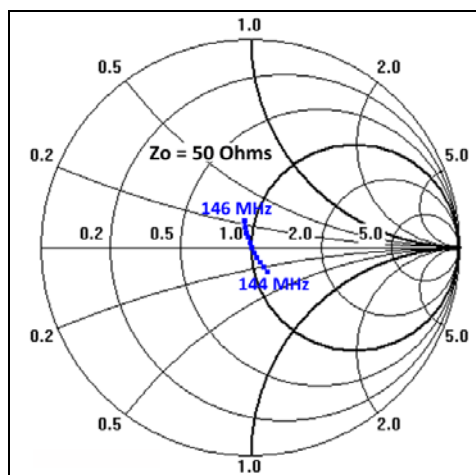

Figure 8 : Impédance de l'antenne de la figure 5
Passons maintenant à l'impédance d'antenne en examinant l'abaque de Smith de la figure 8.
- Préparer le coaxial comme montré sur la figure 8 (coaxial isolé téflon de préférence), puis l'enfiler dans la partie (d) du bas sans oublier d'insérer la rondelle isolante de 3 mm en téflon.